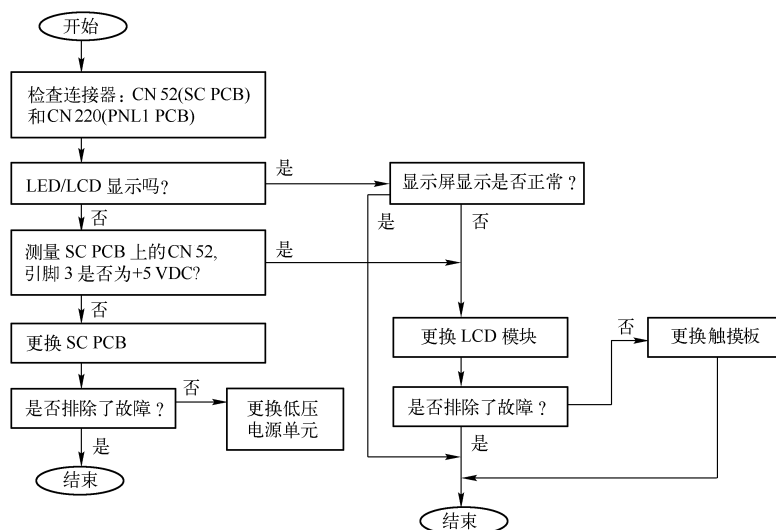

图 4-37 夏普 AR-318 数码复印机 LCD 液晶显示屏故障排除流程图
④ LCD 液晶显示屏故障排除流程图，如图 4-37 所示。